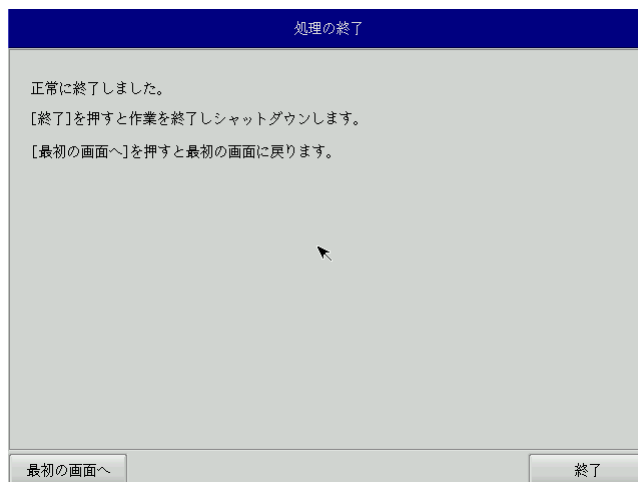

図 5-4-6. 終了画面
- ⑪ 終了画面（図 5-4-6）が表示されるとバックアップ作業は完了です。[終了]ボタンを押して電源を落としてください。